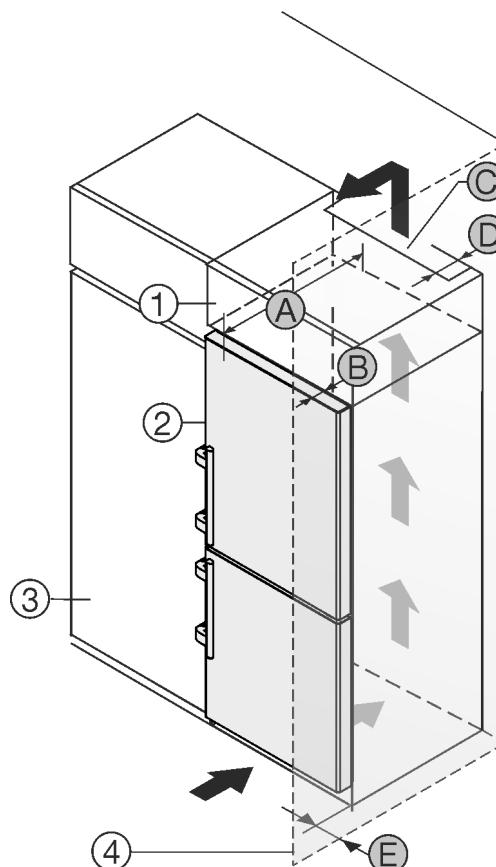

Fig. 47
Das Gerät kann mit Küchenschränken umbaut werden. Um das Gerät Fig. 47 (2) der Küchenzeilenhöhe anzugeleichen, kann über dem Gerät ein Aufsatzschrank Fig. 47 (1) angebracht werden.
Wird das Gerät direkt neben einem Küchenschrank Fig. 47 (3) aufgestellt, so ist ein Abstand von mind. 5cm zum Gerät notwendig. Um die Türe vollständig öffnen zu können, muss das Gerät um die Tiefe Fig. 47 (B) gegenüber der Küchenschrankfront vorstehen. Abhängig von der Tiefe der Küchenschränke und Verwendung von Wandabstandshaltern kann das Gerät weiter herausragen.
- An der Rückseite des Aufsatzschrankes muss ein Abluftschaft mit der Tiefe Fig. 47 (D) über die gesamte Aufsatzschrankbreite vorhanden sein.
- Unter der Raumdecke muss der Entlüftungsquerschnitt Fig. 47 (C) eingehalten werden.
Wenn das Gerät mit den Scharnieren neben einer Wand Fig. 47 (4) aufgestellt wird, muss der Abstand Fig. 47 (E) zwischen Gerät und Wand eingehalten werden. Dies entspricht dem Griffüberstand bei geöffneter Tür.